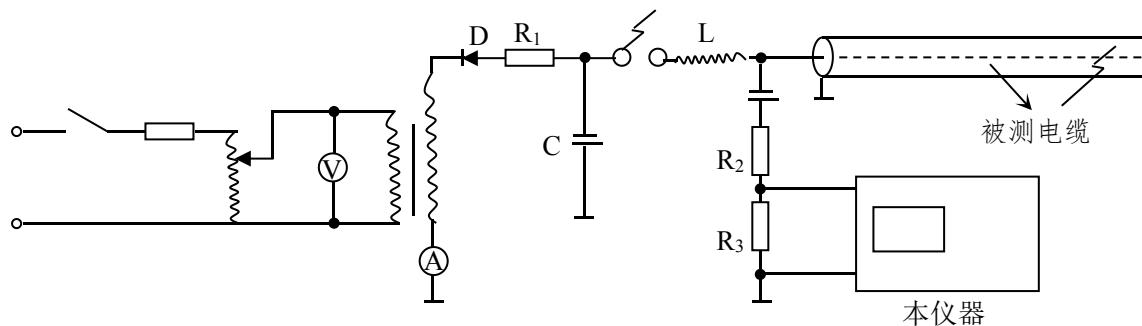

图 9 冲击高压法测试原理图
3) 按图 9 所示线路连接设备。地线要求接触良好。其中储能电容 C 要求大于  $1 \mu F$ , 耐压应能满足试验要求。其它设备要求与直闪法相同。电感一般取 27001 中的 2 或 3, 也可视被测电缆段的长度或根据反射波形适当增大或减小。